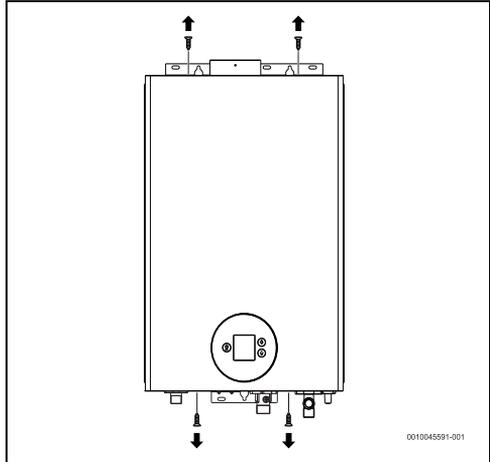

Fig. 11 Retirar la parte frontal
- ▶ Retirar la parte frontal del aparato (Fig. 11, página 18).